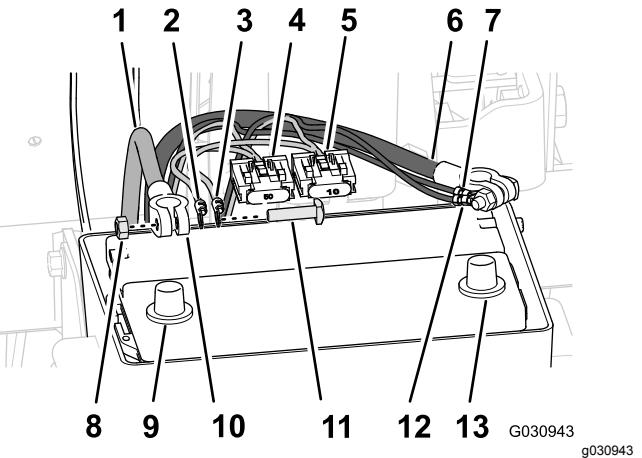

Figura 178
1. Enrute el terminal positivo (cable rojo), el terminal negativo (cable negro) y el bloque de fusibles de 50 A del arnés de cables trasero hacia arriba entre la caja de la batería y el chasis de la máquina (Figura 178).
3. Retire los pernos en T y las tuercas hexagonales de los terminales de los cables positivo y negativo de la batería (Figura 178).
4. Ensamble un perno en T a través del terminal positivo (cable rojo) del arnés de cables trasero, el terminal positivo del arnés eléctrico de navegación y el terminal del cable positivo de la batería (Figura 178).
5. Sujete provisionalmente los terminales y el perno en T con una tuerca hexagonal (Figura 178).
- trasero, el terminal negativo del arnés eléctrico de navegación y el terminal del cable negativo de la batería (Figura 178).
- Sujete provisionalmente los terminales y el perno en T con una tuerca hexagonal (Figura 178).